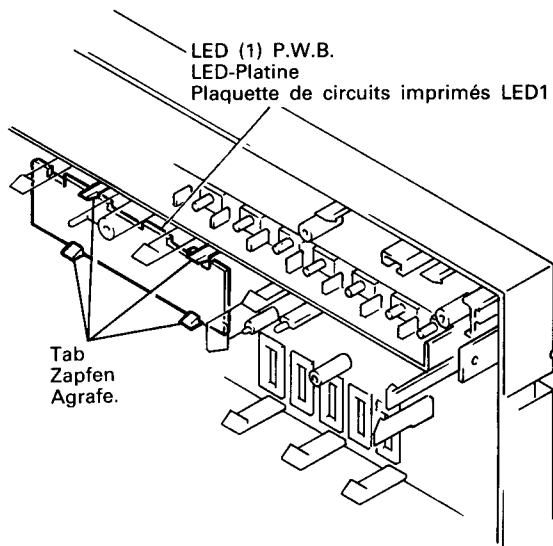

Fig. 11 Abb. 11
12. LED-Platine (Abb. 11)
12. Plaquette de circuits imprimés LED 1 (Fig. 11)